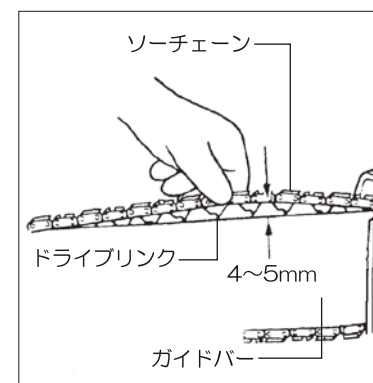

図3
- ①ガイドバーの中間でソーチェーンを指で軽く引き上げます。
- ②ガイドバーとソーチェーンとの間が4~5mm程度であることを確認してください。（図3参照）